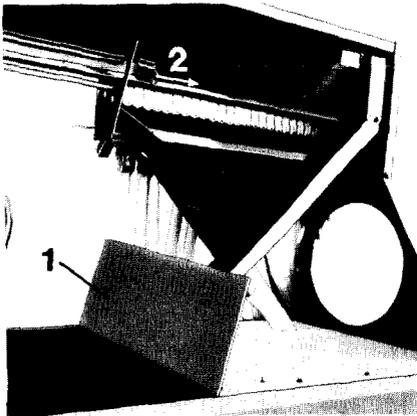

Abbildung 27
4. Behälterdeckel (Abb. 27/1) öffnen und die beiden Kunststoffschieber links und rechts (Abb. 27/2) zurückziehen. Durch diese Öffnungen fällt das Saatgut zurück in den darunterliegenden Vorratsbehälter. Nach dem Entleeren Behälterdeckel und Schieber wieder schließen.